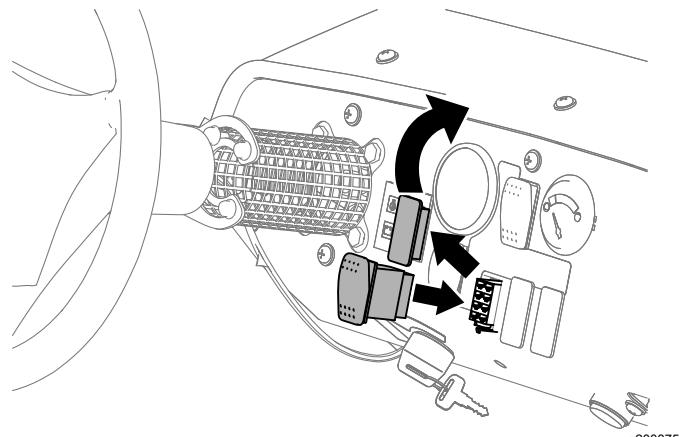

Bild 26
1. Entfernen Sie die Blende im Armaturenbrett der Maschine (Bild 26).
3. Befestigen Sie den Schalter im Armaturenbrett und drücken Sie auf den Schalter, bis er in der Öffnung einrastet (Bild 26).